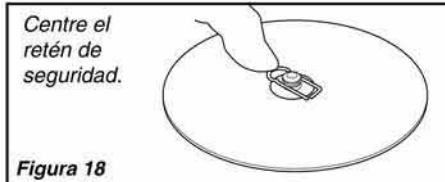

Figura 18
5. Asegure el disco en el eje centrando el retén de seguridad. Consulte la figura 18.